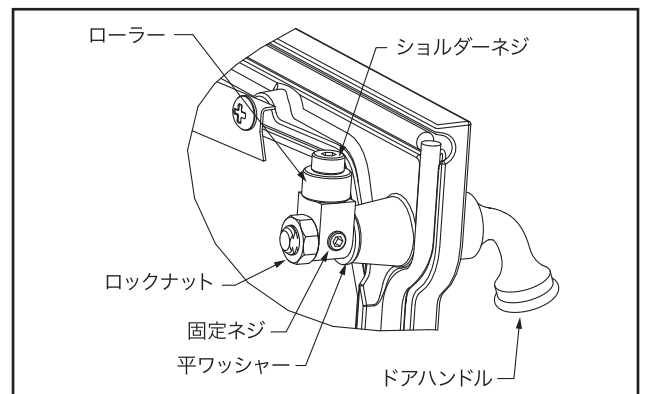

図3.4 ドアラッチの構造。
3. ツメを180度回転させ、ロックナットを元に戻し固定ネジをきつく締めます。(図3.4)
4. 平ワッシャーを外すことで、さらに調整することができます。(図3.4)